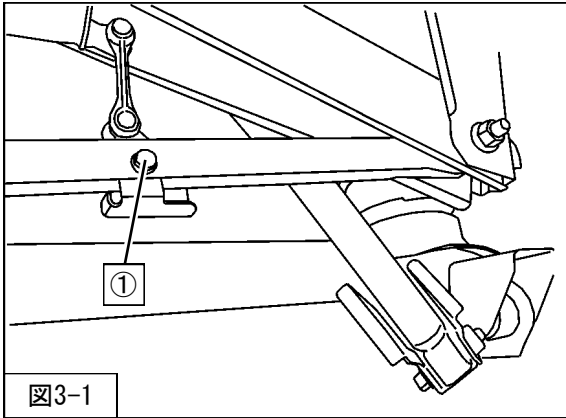

図3-1
2. ①ハイトセンサ取付ボルトを取外してください。(図3-1)
5. ①ハイトセンサ取付ボルト (締付トルク:  $9.5 \pm 2.5 \text{N} \cdot \text{m}$ ) を取付けてください。(図3-1)